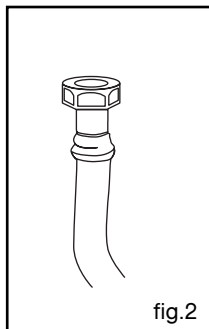

fig.2
- Cote de profondeur d'encastrement entre le mur à l'arrière et l'avant de l'appareil : **610 mm** (voir fig. 2, vue de dessus).
- soit par un raccord rigide (tuyauterie en cuivre) (fig. 2).
- Dévissez à l'aide de la clé fournie les injecteurs situés dans le fond de chaque pot et ôtez-les (fig. 2).
- Déclipez l'attache métallique située à la base de chaque brûleur (sole et grilloir) (**fig.2**) à l'aide d'un petit tournevis.